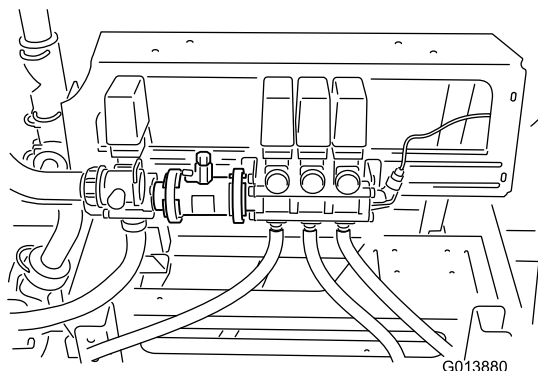

Bild 7
- F. Versetzen Sie das Auslegerventil vorsichtig, sodass es mit dem Durchflussmessergehäuse bündig ist (Bild 7).